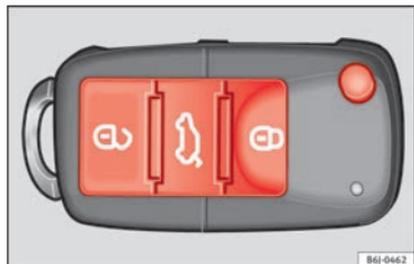

Fig. 5
- Blocco: premere il tasto  » fig. 5.
- Sblocco: premere il tasto  » fig. 5.
- Sblocco del portellone posteriore: premere il tasto  » fig. 5 finché tutti gli indicatori di direzione non lampeggiano brevemente.